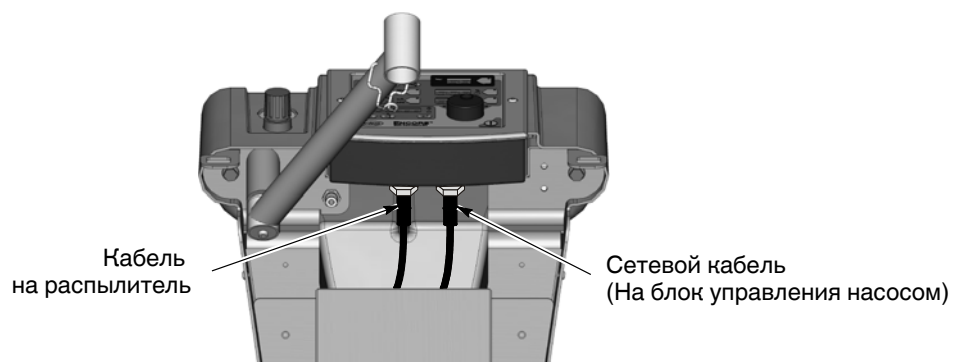

Рис. 3-4 Присоединение кабеля распылителя к блоку управления системой – показана передвижная система
1. Передвижная система: см. рис. 3-4. Пропустить кабель распылителя через заднюю часть колонки тележки и проложить вверх в верхней передней части. Это позволит связать кабель в единый жгут со шлангами распыла и воздушной очистки электрода.